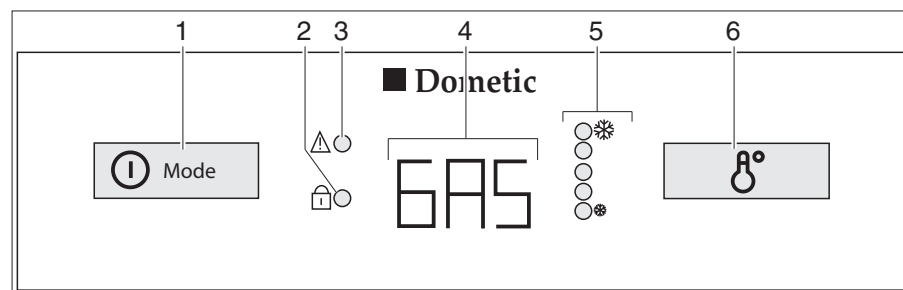

Bild 245 Bedienelemente für den Kühlschrank (Dometic 8er-Reihe mit AES)
Bei Störungen blinkt die Anzeige-LED Störung "⚠" (Bild 245,3).
Wenn die 230-V-Versorgung **nicht** angeschlossen und der Fahrzeugmotor **ausgeschaltet** ist, wählt das AES die Gasversorgung. Beim Anwählen des Gasbetriebs wird die Züandsicherung automatisch geöffnet, so dass Gas zum Brenner strömen kann. Gleichzeitig wird der elektronische Zünder eingeschaltet. Erlischt die Gasflamme, z. B. durch einen Luftzug, wird der Zünder sofort aktiviert und zündet das Gas wieder an. Bei Störung im Gasbetrieb blinkt in der Betriebsanzeige (Bild 245,4) der Text "GAS".
Nach dem Einschalten wählt der Kühlschrank automatisch die mittlere Thermostateinstellung. Diese Einstellung kann manuell mit dem Schalter für die Temperatureinstellung (Bild 245,6) nachgeregelt werden. Die Anzeige-LEDs (Bild 245,5) zeigen die gewählte Thermostateinstellung an. Mit dem Schalter wird die Kühltemperatur für alle drei Energiearten eingestellt. Es dauert einige Stunden, bis der Kühlschrank die normale Betriebstemperatur erreicht hat. Beim Umschalten der Betriebsart wird die Thermostateinstellung beibehalten. Die Kühltemperatur wird unabhängig von der Energieart beibehalten.
- Den Einschalter/Energie-Wahlschalter (Bild 245,1) 2 Sekunden lang drücken, um das Gerät einzuschalten. Die zuletzt gewählte Betriebsart wird in der Betriebsanzeige (Bild 245,4) angezeigt.
- Mit dem Einschalter/Energie-Wahlschalter (Bild 245,1) die Energieart wählen.
- Die Kühltemperatur am Schalter für Temperatureinstellung (Bild 245,6) einstellen. Die Anzeige-LEDs (Bild 245,5) zeigen die gewählte Thermostat-Einstellung.
- Den Einschalter/Energie-Wahlschalter (Bild 245,1) 2 Sekunden lang drücken. Alle Anzeigen erlöschen.